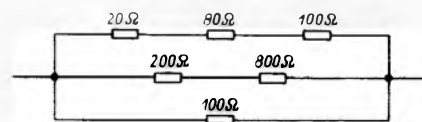

Bild 1
3. Berechnen Sie für die gemischte Schaltung nach Bild 1 den Gesamtwiderstand dieser Schaltung.